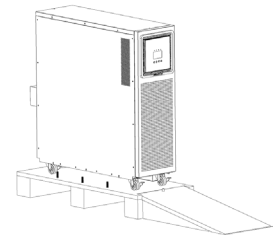

Fig. 11.
- ❑ Placez la pente comme dans la figure 11 et baisser l'équipement de la palette.